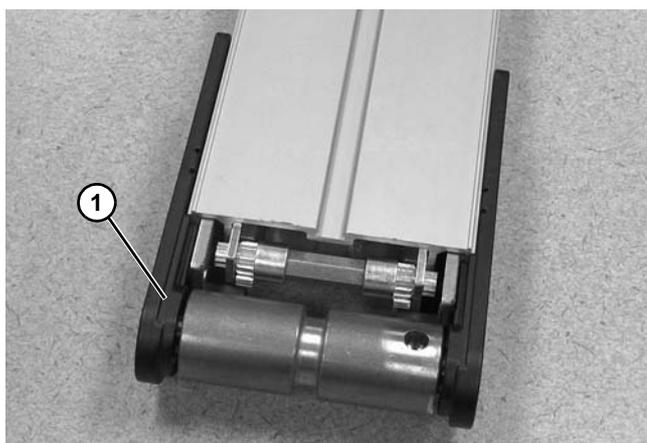

Figure 99
11. Réinstaller le rouleau de retour en glissant complètement l'ensemble (Figure 99, élément 1) dans le châssis du convoyeur.